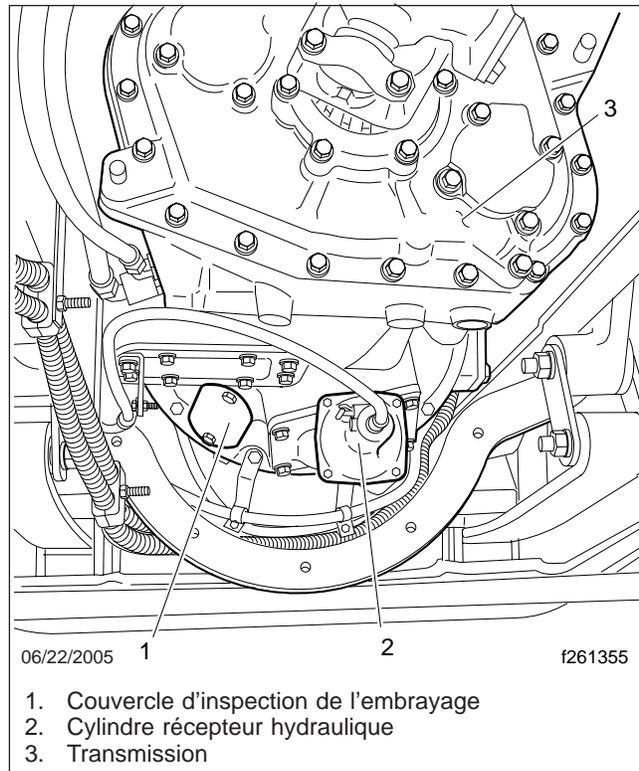

Fig. 8, Vue du dessous du véhicule
1. Retirez le couvercle d'inspection de l'embrayage du carter d'embrayage. Voir la **figure 8**.